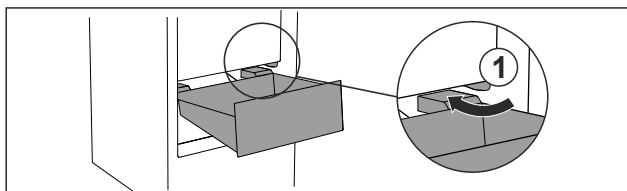

Fig. 73
- ▶ Zásuvku ved'te šikmo podél zářežek Fig. 73 (1).